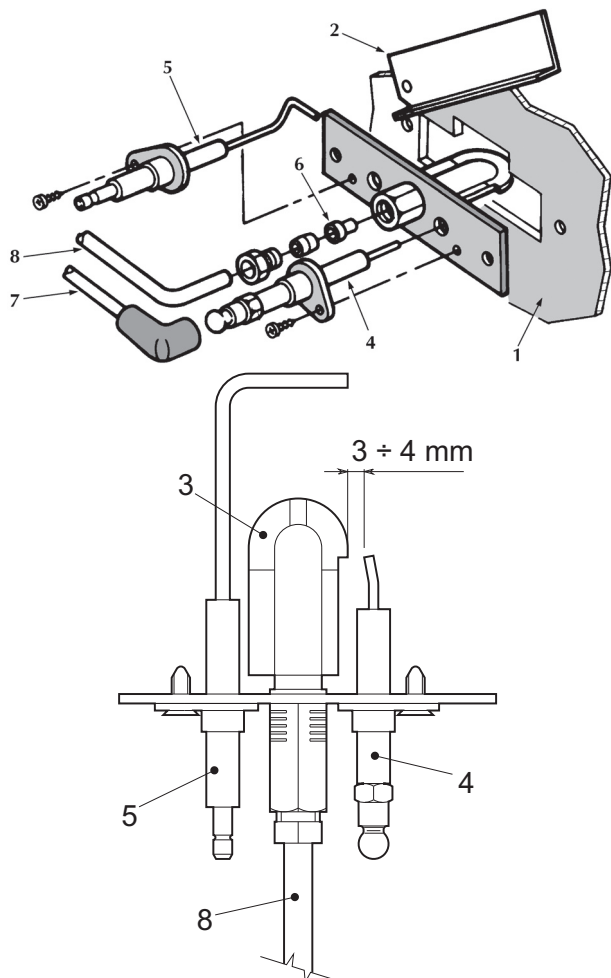

fig. 9 - Quemador piloto
- Los electrodos no presenten incrustaciones y estén bien colocados (véase fig. 9).
| | No se produce la descarga entre los electrodos. | Controlar que los electrodos estén bien ubicados y en buenas condiciones, que no tengan incrustaciones y que la chispa sea normal (ver la fig. 9). Controlar las conexiones eléctricas a los electrodos de encendido y de ionización. |